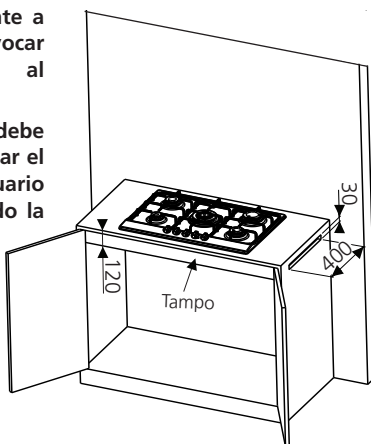
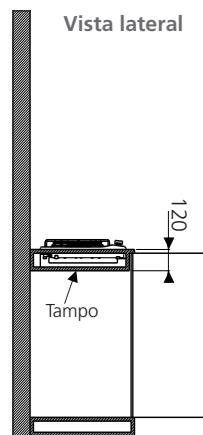

Fig. 10
Fig. 11
- **Debajo de la placa de cocción, se debe instalar una protección para evitar el contacto accidental entre el usuario y la placa de cocción, respetando la medida total mínima de 120 mm (fig. 10). Para la circulación del aire, es necesario respetar la medida mínima de 120 mm entre la parte superior e inferior de la placa de cocción (fig. 11).**